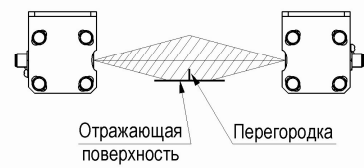

Рис.2
- 7.4. Обратить внимание на то, что в зоне световой завесы не должно находиться посторонних объектов (см. Приложение 3). Наличие посторонних объектов способных производить отражение излучения может привести к неустойчивой работе световой завесы. Для исключения влияния отражающего эффекта на отражающей поверхности необходимо установить светонепроницаемые перегородки, например, как показано на рис. 2 Приложения 3.